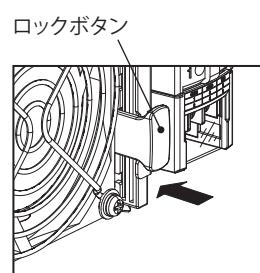

図4
- ロックボタンをカチッと音がするまで押し、スライドを固定してください。(図4)